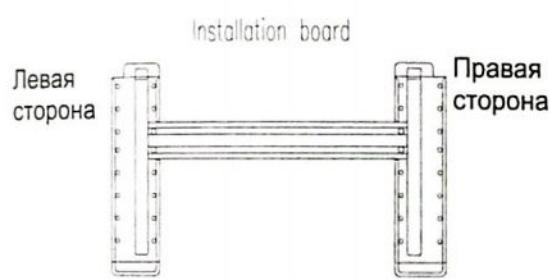

Рис. 4
- Рис. 4 показывает просверленные отверстия. Отверстие диаметром 80 мм, должно быть в слегка наклоненном вперед (наружу) положении.